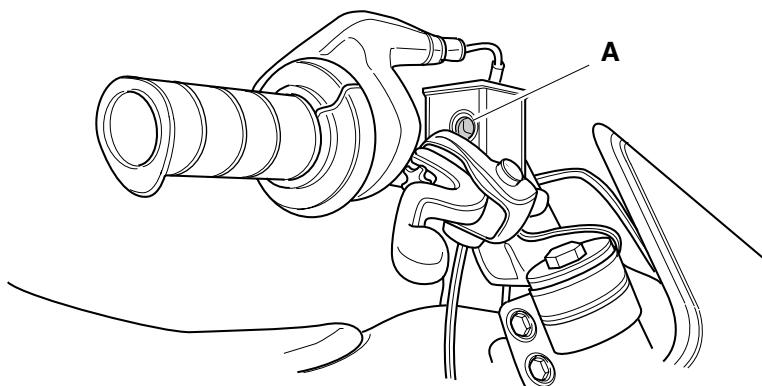

Fig. 28
1. Controllare attraverso la spia d'ispezione "A" (Fig.28) che ci sia olio sufficiente nel serbatoio sulla leva del freno anteriore. Rabboccare se necessario (olio per freni DOT. 4 o 5).
1. Alwais check through the window "A" (Fig. 28) that there is sufficient fluid in the reservoir at the brake lever for the front brake. Top up as necessary (brake fluid: Dot 4 or 5).
1. Den Bremsflüssigkeitsvorrat am Schauglas "A" (Abb.28) am Bremshebel kontrollieren und ggf. Bremsflüssigkeit gem. DOT 4 oder 5 .
1. Vérifiez à l'indicateur "A" (Fig. 28) du réservoir qui se trouve à côté du levier du frein avant qu'il y a suffisamment de fluide. Rétablissez le niveau si besoin (fluide de frein: Dot 4 ou 5).